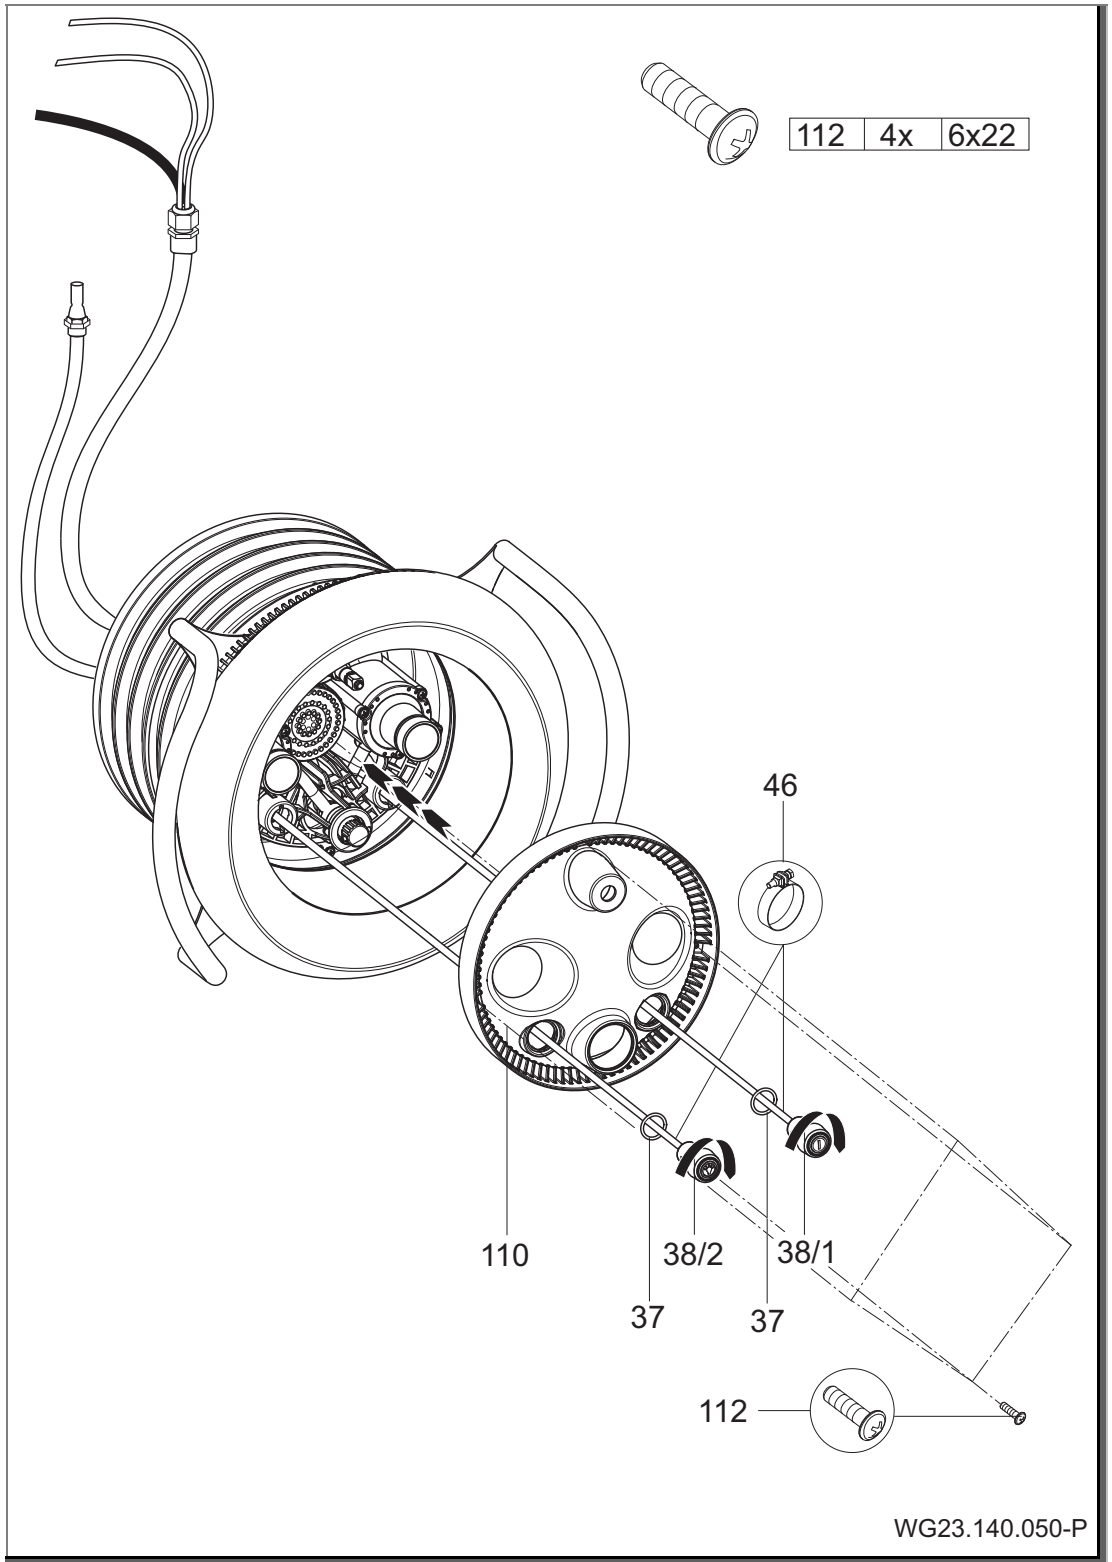

Abb. 18
10. Pneumatikschläuche durch die unteren/äußeren Öffnungen der Lichtabdeckung (110) führen; Licht EIN/AUS links, Pumpe EIN/AUS rechts. Lichtabdeckung (110) auf Düsengehäuse (102.1) zentrisch ausrichten und mit vier Schneidschrauben (112) befestigen. (Abb. 18)
11. Jeweils einen O-Ring (37) auf die Pneumatiktaster (38/1; 38/2) schieben. Pneumatikschläuche an entsprechenden Tastern mit Schlauchklemmen (46) befestigen. Beide Pneumatiktaster durch die Lichtabdeckung (110) in das Düsengehäuse stecken und durch Drehen im Uhrzeigersinn verriegeln. (Abb. 18)